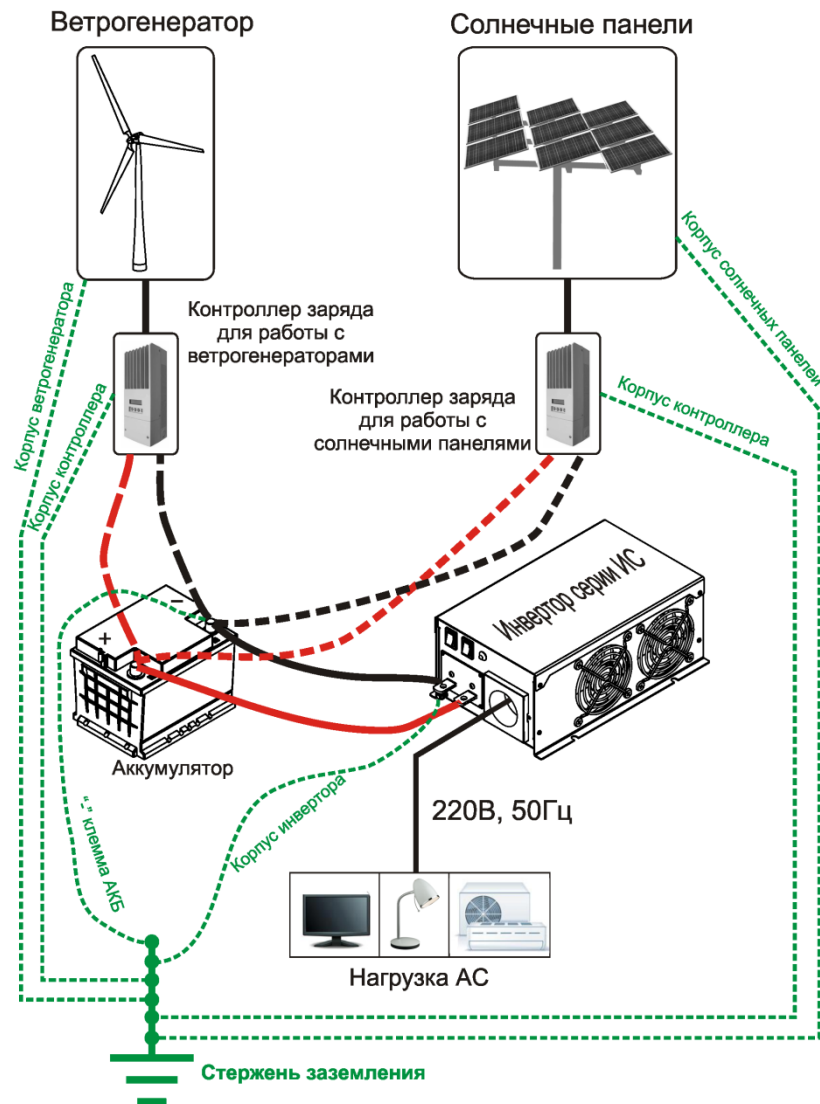

Рис.4.
7.2 Применение инверторов в системах альтернативной энергетики. Схема подключения инвертора в системе питания от альтернативных источников энергии указана на рис.4 (при построении систем бесперебойного питания с использованием альтернативной энергетики необходимо выполнять рекомендации п.7.1 и п.7.2).